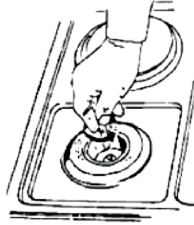

Figure 4
a) Changement des injecteurs de brûleurs du plan de cuisson (Fig. 4).